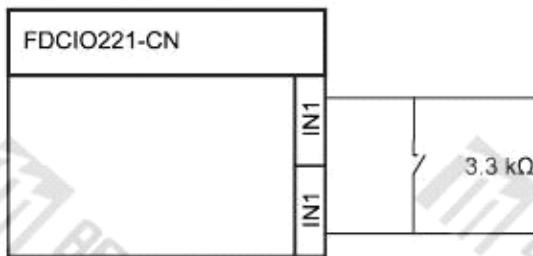
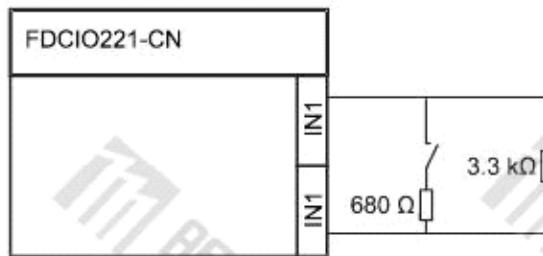

图 7
图 8
监视输入线路的“开路”或者“开路/短路”故障。为实现上述功能，须在输入线路上连接终端电阻（图 7/8）。当输入线路发生短路或开路时，向控制器发出故障信号。输入信号应为无源信号。
- 开路监视：图 7
- 开路/短路监视：图 8
3. 连接终端电阻（图 7 和图 8）。终端电阻随产品发货。